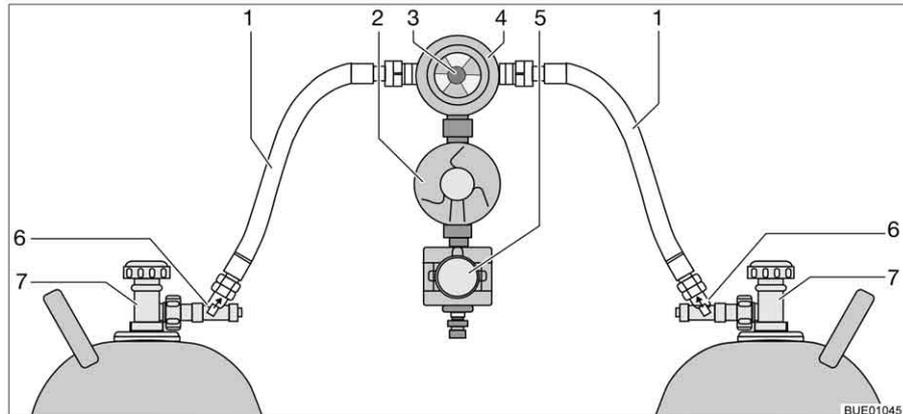

Bild 165 Crash-Protection-Unit-Umschaltanlage
Die Crash-Protection-Unit besteht aus zwei Durchflussbegrenzern mit manueller Entriegelung (Bild 165,6), einem Umschaltventil (Bild 165,4) mit Druckregler (Bild 165,2), einem Elektroventil (Bild 165,5) und der Bedieneinheit mit dreifarbiger LED. Das Umschaltventil ist zwischen den beiden Gasschläuchen (Bild 165,1) montiert.
Mit dem Drehknopf (Bild 165,3) am Umschaltventil lässt sich bestimmen, welche der Gasflaschen als Betriebsflasche und welche Gasflasche als Reserveflasche verwendet wird.
An der Bedieneinheit (Bild 166) können nur die elektrischen Funktionen geschaltet werden. Die Haupt-Absperrventile der Gasflaschen (Bild 165,7) und die Entriegelungen (Bild 165,6) müssen von Hand geöffnet werden.
- Haupt-Absperrventile an den Gasflaschen (Bild 165,7) öffnen.
- Entriegelungen (Bild 165,6) nacheinander 10 Sekunden lang drücken.
- Mit dem Drehknopf (Bild 165,3) am Umschaltventil (Bild 165,4) die Gasflasche wählen, der vorrangig das Gas entnommen werden soll (Betriebsflasche).
- Haupt-Absperrventile an den Gasflaschen (Bild 165,7) schließen.